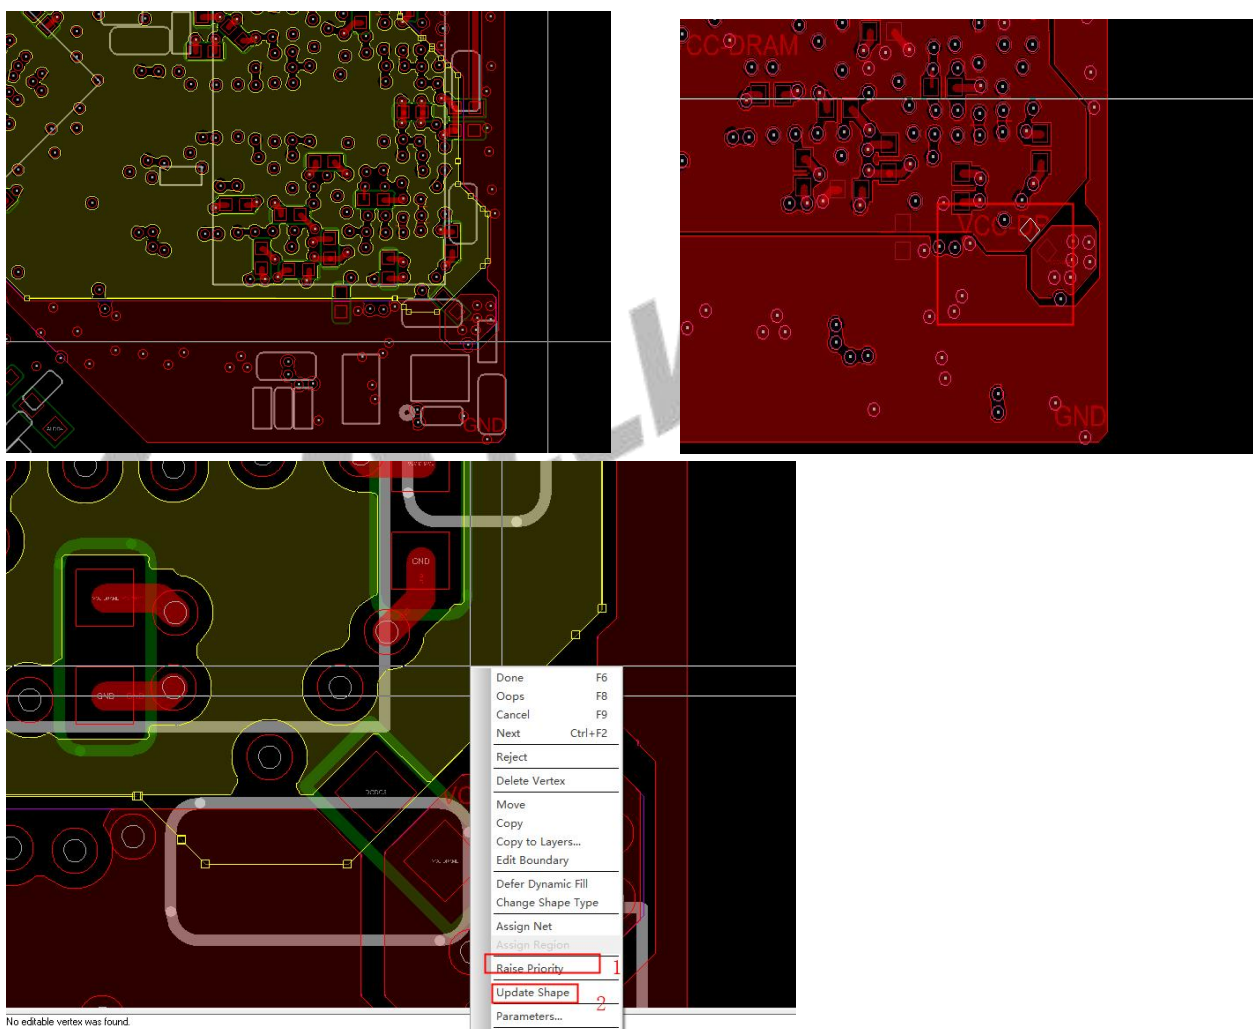

图 2.17 重新铺铜
2. 观察铜皮的形态，是否与模板的一致，若无，需要重新设置优先级，进行重新铺铜，设置方法如下图 2.17，先选中铜皮，右键选择 Raise Priority 后，再选择 Update Shape。